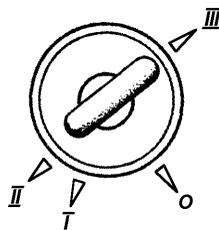

Рис. 3.4. Положение ключа в выключателе зажигания (наименование позиций см. в тексте)
**36 -выключатель зажигания** (УАЗ-315143, УАЗ-315148 - выключатель пуска двигателя) (рис. 3.4). Выключатель замка зажигания закреплен на рулевой колонке болтами с отрывной головкой для предотвращения демонтажа замка зажигания с противоугонным устройством обычными ключами. На заводе головки болтов не отрываются с целью сохранения возможности снятия замка с рулевой колонки в предпродажный период. Потребитель должен сам принять решение о необходимости отрыва головок болтов.
После включения зажигания (см. рис. 3.4) контрольная лампа I (см. рис. 3.1) включения иммобилайзера загорается на 1,5 секунды в тестовом режиме. Затем, до пуска двигателя сигнализатор индицирует состояние противоугонной системы:
-включите зажигание одним из зарегистрированных ключей, повернув его в положение I (см. рис. 3.4)
-в течение 10 секунд после включения выключите зажигание, повернув ключ в положение 0 (см. рис. 3.4);
-включите зажигание одним из зарегистрированных ключей, повернув его в положение I (см. рис. 3.4) выключателя зажигания;